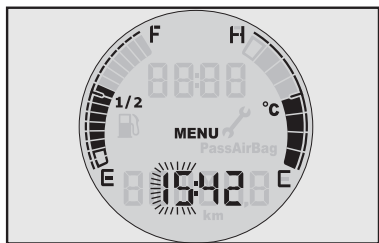

fig. 47
- Pressionar **MODE** para permitir o ajuste (a hora ou os minutos lampejam **fig. 47**).